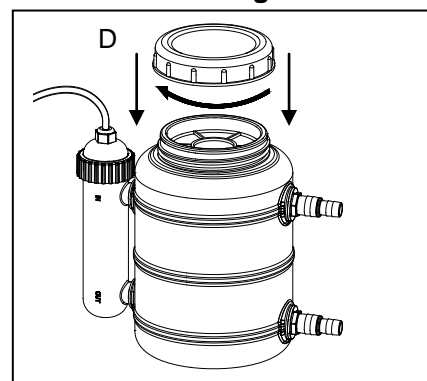

Fig. 9
9. Atornille la tapa sobre la parte superior del tanque. Asegúrese de que esté seguro. De lo contrario, el filtro tendrá filtraciones. Fig. 9